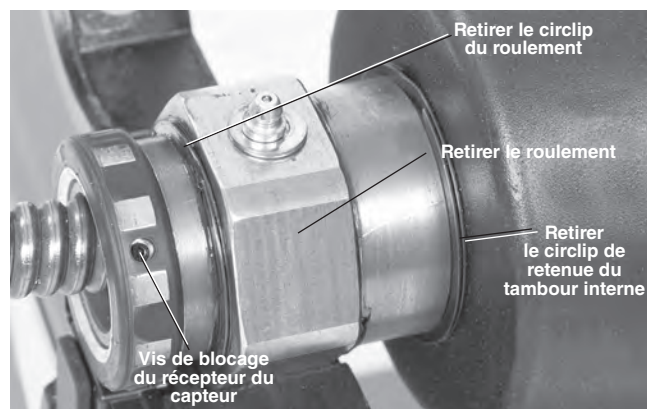

Figure 29 – Retirer le circlip et le tambour interne
9. Poussez l'extrémité de la queue de cochon à travers le guide-câble. Installez le tambour interne, le roulement et le récepteur en inversant les étapes 3, 4 et 5. Assurez-vous que tout est bien en place et correctement serré (*Figure 29*).